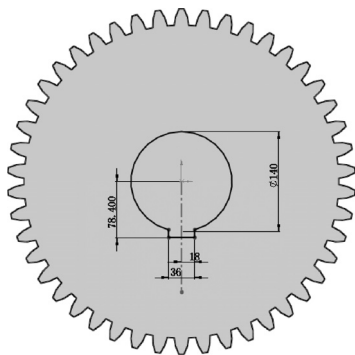

图 8-40 绘制草图
**02** 绘制草图。选择菜单栏中的“工具”→“草图绘制实体”→“圆”和“直线”命令，在基准面上绘制图 8-40 所示的草图，将其作为切除拉伸草图。